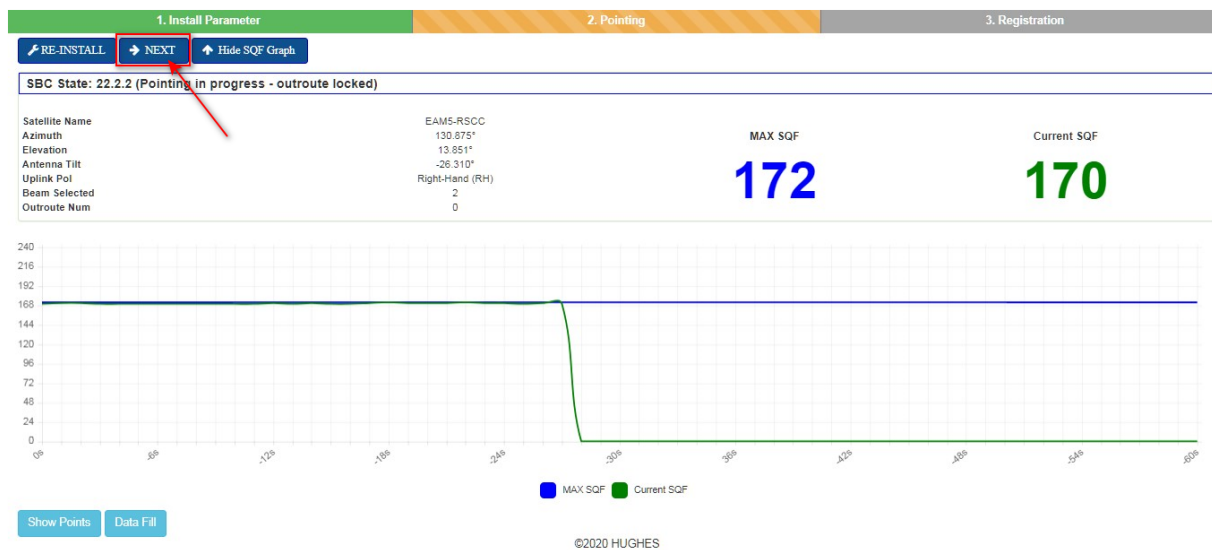

Рисунок 47. Переход на вкладку «Registration»
1. После точной подстройки антенны, нажмите «NEXT» в окне «Pointing» (рисунок 47).